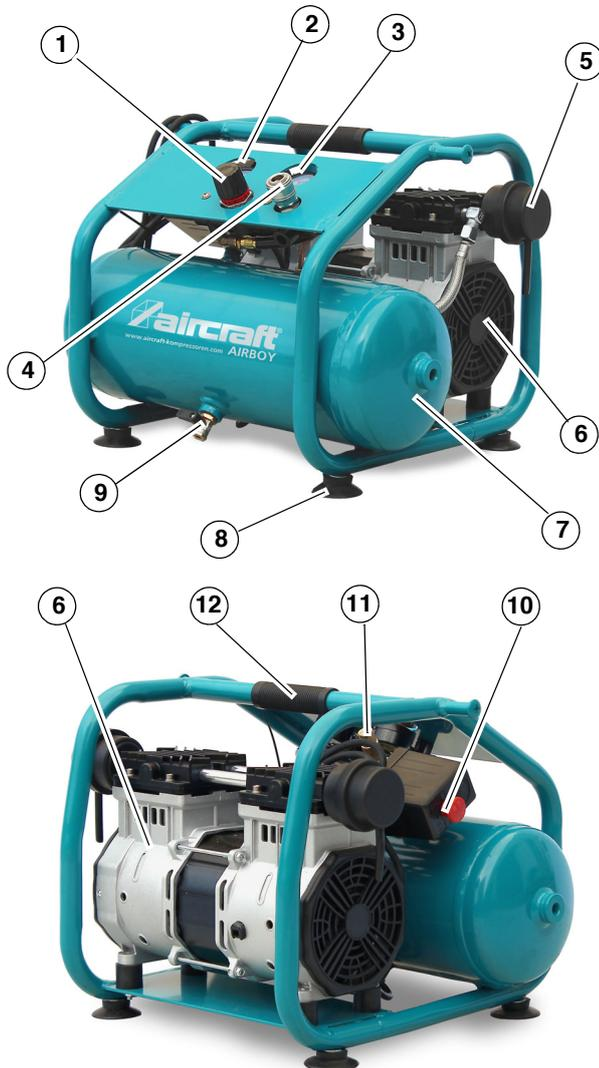

Abb. 3: AIRBOY Silence
Schritt 1: Montieren Sie zuerst die Schwingungsschutzelemente (Pos. 11, Abb. 3).
- Schritt 4: Lassen Sie den Kompressor beim Erststart ungefähr zehn Minuten lang laufen, wobei die Entwässerung (Pos. 8, Abb. 3) geöffnet ist.
- Schritt 5: Schließen Sie die Entwässerung und prüfen Sie, ob der Kompressor den Kessel lädt und bei  $P_{max}$  anhält (max. Druck; wird durch das Manometer (Pos. 2, Abb. 3) angezeigt).